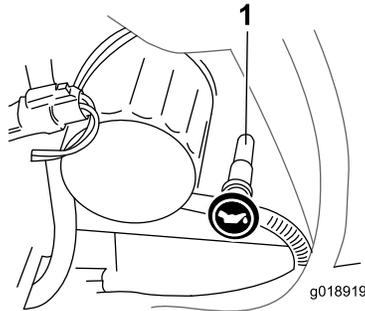

Figura 22
4. Limpie alrededor de la varilla de aceite (Figura 22).
5. Retire la varilla y limpie el extremo metálico (Figura 22).
6. Introduzca la varilla a fondo en el tubo de la varilla (Figura 22).